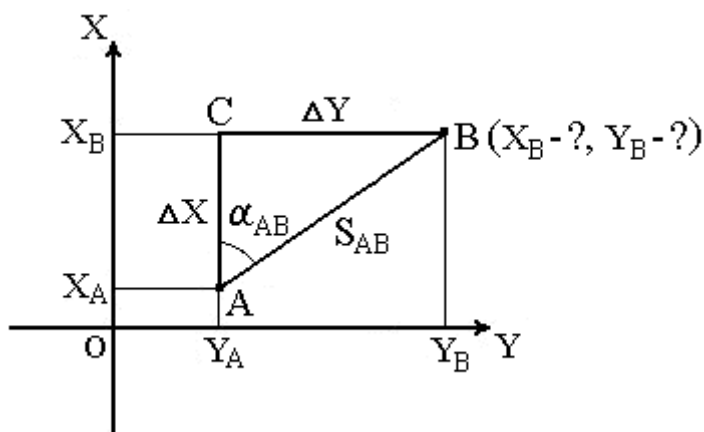

Рис.1.
1. По известным координатам точки А ( $X, Y$ ) линии А-В, дирекционному углу этой линии  $\alpha_{A-B}$  и ее горизонтальному проложению  $S_{AB}$  определить координаты точки В (смотри рисунок 1).